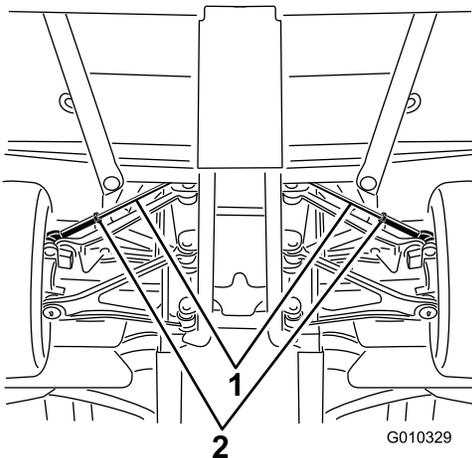

**Bild 57**
2. Messen Sie den Abstand vorne und hinten an den Lenkreifen Mitte-zu-Mitte (auf Achshöhe). Bild 57